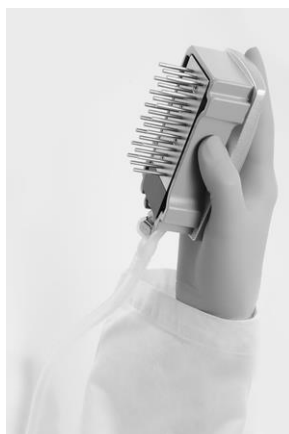

Figure 4. Illustration de l'outil à vide à plus de 90° par rapport à l'horizontale
9. Secouer l'outil à vide de haut en bas à plus de 90° par rapport à l'horizontale pendant 5 secondes pour égoutter le liquide présent dans les sondes à filtre (figure 4).
14. Secouer l'outil à vide de haut en bas à plus de 90° par rapport à l'horizontale pendant 5 secondes pour égoutter le liquide présent dans les sondes à filtre (figure 4).